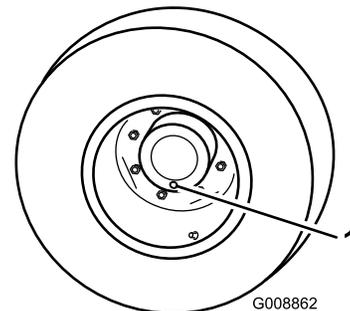

Bild 67
1. Stellen Sie das Rad so, dass sich die Prüf-/Ablassschraube (Bild 67) in der untersten Stellung (6 Uhr) befindet, wenn sich die Maschine auf einer ebenen Fläche befindet.